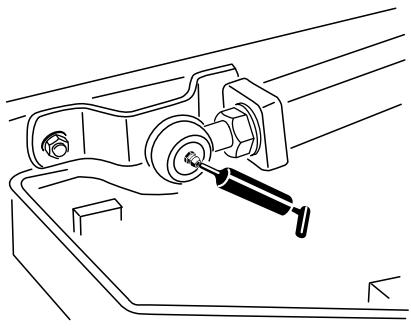

Bild 72
- Zwei Hubarm-Kugelgelenke (Bild 72)